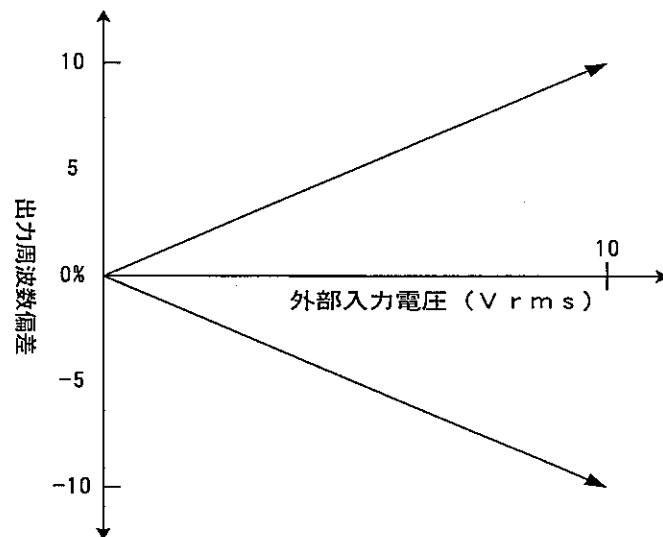

図5-3. EXT SYNC
- (2) 電源を入れ、各スイッチを目的の位置にセットします。
- (3) 目的の周波数レンジに⑤周波数レンジ設定ボタンをセットし、⑦周波数ダイヤルを以下のように合わせます。例えば、⑤周波数レンジ設定ボタンを $\times 100$ にセットし、⑦周波数ダイヤルを50にセットすると、出力周波数は5 kHz ( $100 \times 50 = 5000 = 5\text{ k}$ ) となります。
- (4) ④出力波形選択ボタンで正弦波、方形波のいずれかを選択します。ボタンがオフ（押し込まれていない状態）で正弦波、オン（押し込まれた状態）で方形波が選択されます。
- (5) 出力の振幅を変えるには、⑥出力レベル調整ツマミと②減衰器で設定してください。設定例として振幅をセットする手順を以下に示します。
- a. ③OUTPUT端子に電圧計を接続します。②減衰器を0 dBにセットして、電圧計の表示が1 V rmsになるように⑥出力レベル調整ツマミを回します。
- b. ②減衰器を-10 dBにセットすると、振幅は316 mV rmsになります。
- c. ②減衰器を-20 dBにセットすると、振幅は100 mV rmsになります。
- d. ②減衰器を-30 dBにセットすると、振幅は31.6 mV rmsになります。
- e. ②減衰器を-40 dBにセットすると、振幅は10 mV rmsになります。
- f. ②減衰器を-50 dBにセットすると、振幅は3.16 mV rmsになります。
- (6) ⑧外部同期入力端子に正弦波（外部入力信号）を入力すると、外部入力信号と同期した周波数の信号が③OUTPUT端子から出力されます。同期する範囲は外部入力信号の振幅に比例して図5-3. に示されるように、1 V rmsの入力電圧につき $\pm 1\%$ です。